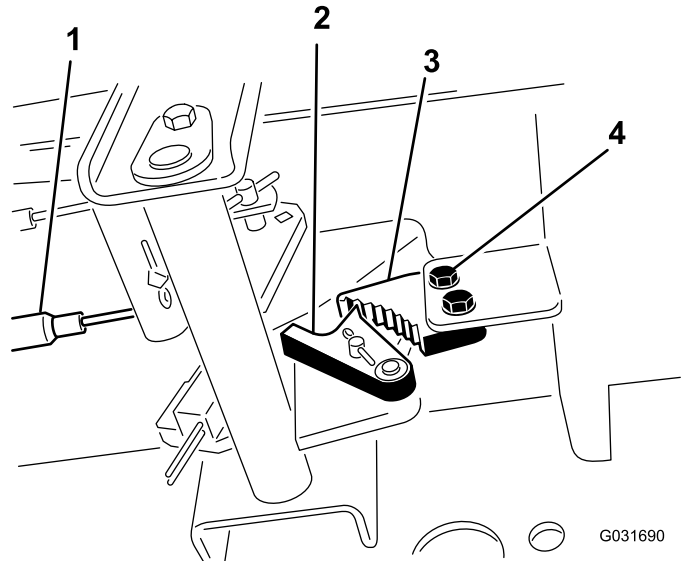

図 53
1. 駐車ブレーキのツメをフレームに固定しているネジ2本をゆるめる 図 53。
2. ブレーキのツメが戻り止めに完全に掛かるまで駐車ブレーキペダルを前に踏み込む 図 53。